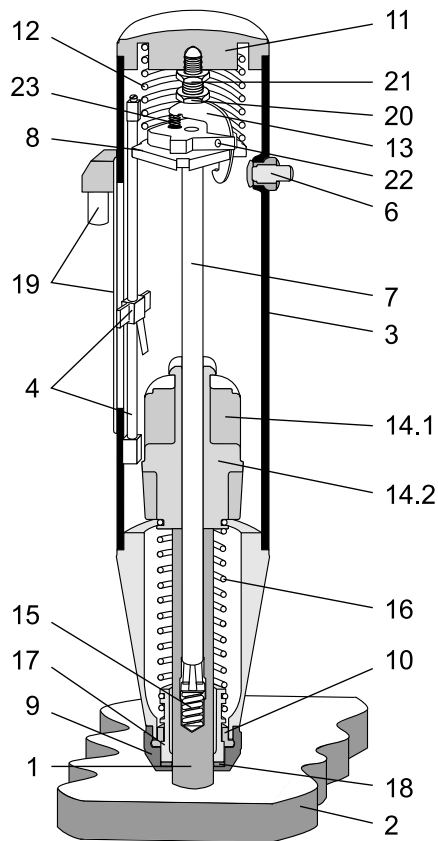

Рис. 6.2
Объекты в (скобках) показаны на Рис.. 6.2, „Молоток для испытаний бетона в продольном разрезе“.
Не демонтируйте, не регулируйте и не очищайте ползунок и направляющий шток (4) (см. Рис. 6.2), это может привести к изменению трения ползунка.